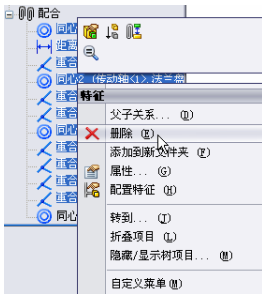
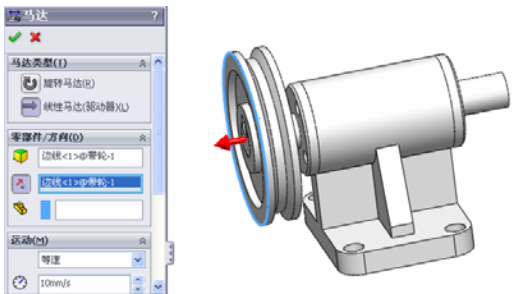

图 13-39 “FeatureManager 设计树”
图 13-40 属性管理器和线性方向
① 打开第 13 章创建的传动装配体，在传动装配“FeatureManager 设计树”上删除所有的配合，如图 13-39 所示。
② 单击 MotionManager 工具栏上的“马达”  图标按钮，弹出“马达”属性管理器。
③ 在属性管理器“马达类型”一栏中选择“线性马达”，在视图中选择带轮上的边线，属性管理器和线性方向，如图 13-40 所示。